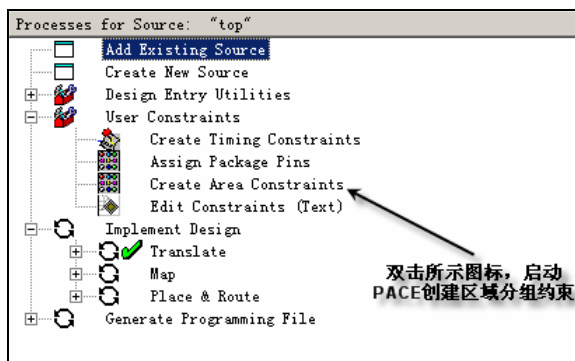

图8-31 启动 PACE 创建区域约束
- (1) 在资源操作窗中，展开用户约束步骤，如图 8-31 所示。双击“Creat Area Constraints”启动 PACE，创建区域约束。